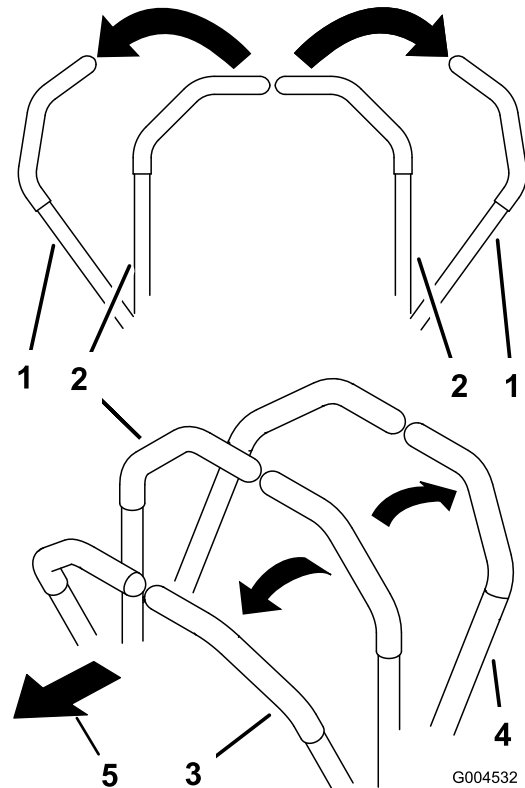

Figura 20
- Para ir hacia adelante en línea recta, empuje lentamente las palancas de control de movimiento hacia adelante (Figura 20).
- Para ir hacia atrás en línea recta, tire lentamente de las palancas de control de movimiento hacia atrás (Figura 20).
- Para girar, ralentice la máquina tirando hacia atrás de ambas palancas, y luego empuje hacia adelante la palanca del lado opuesto del sentido de giro (Figura 20).